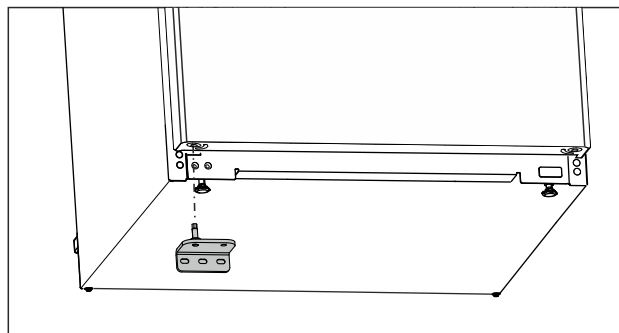

Fig. 17
- ▶ Placer le support de palier inférieur du côté opposé. (voir Fig. 17)